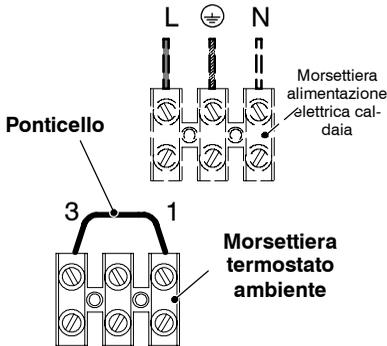

fig. 5.20
**Il ponticello elettrico collegato nella morsetteria termostato ambiente tra i morsetti "1 e 3" non va rimosso fig. 5.20**